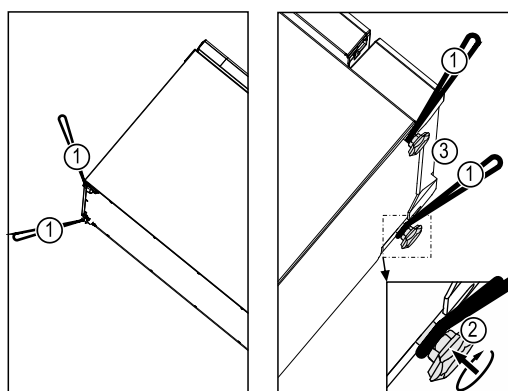

Fig. 6
- Zašroubujte seřizovací nožky Fig. 6 (2) na spotřebiči, abyste mohli použít spodní přepravní popruhy.
- Použijte všechny čtyři nosné popruhy Fig. 6 (1).